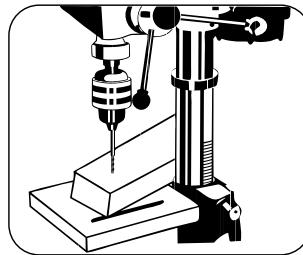

FIGURA 7.19
- La madera debe estar en contacto con el lado izquierdo de la columna (Figura 7.19).